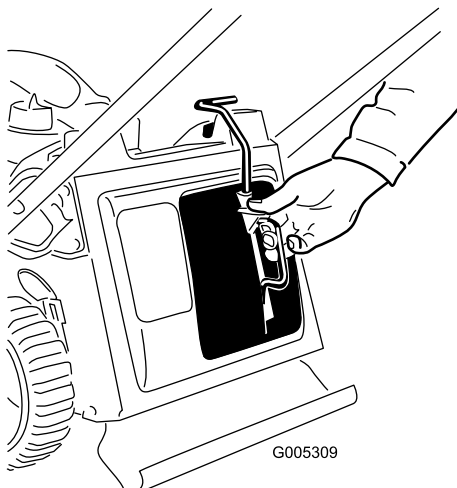
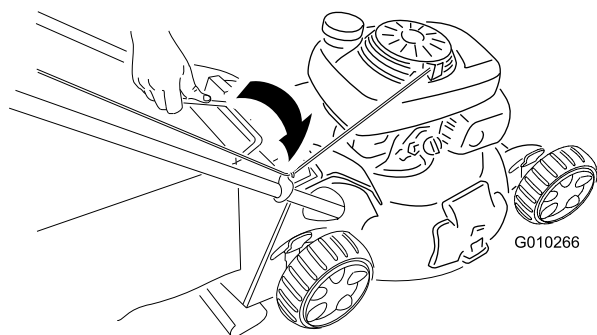

Figure 18
Figure 19
1. Montez l'obturateur de déchetage (Figure 18) ou le bac à herbe (Figure 19) sur la tondeuse.